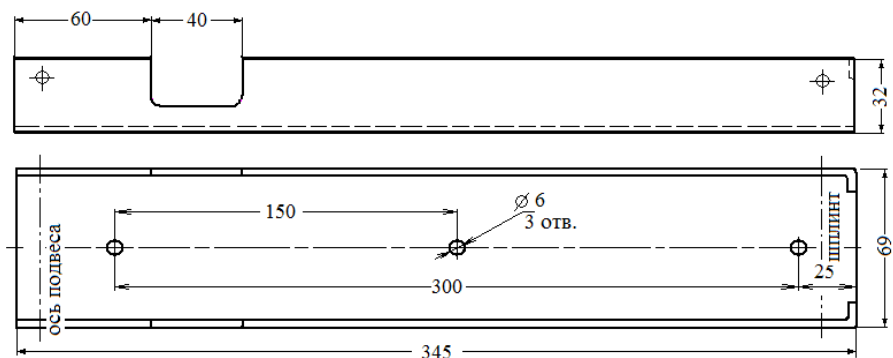

Рис. 3 – Крепёжная площадка МПП «Гарант-12».
6.3. Закрепить крепёжную площадку модуля в соответствии с определенными местами (по п. 6.2) и разметкой отверстий (рисунок 3).